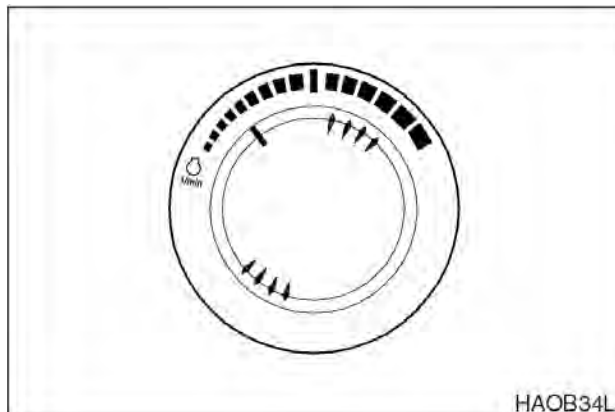

Рис. 5
2. Установить диск скорости двигателя несколько выше отметки низких оборотов холостого хода (LOW IDLE), рис. 5.